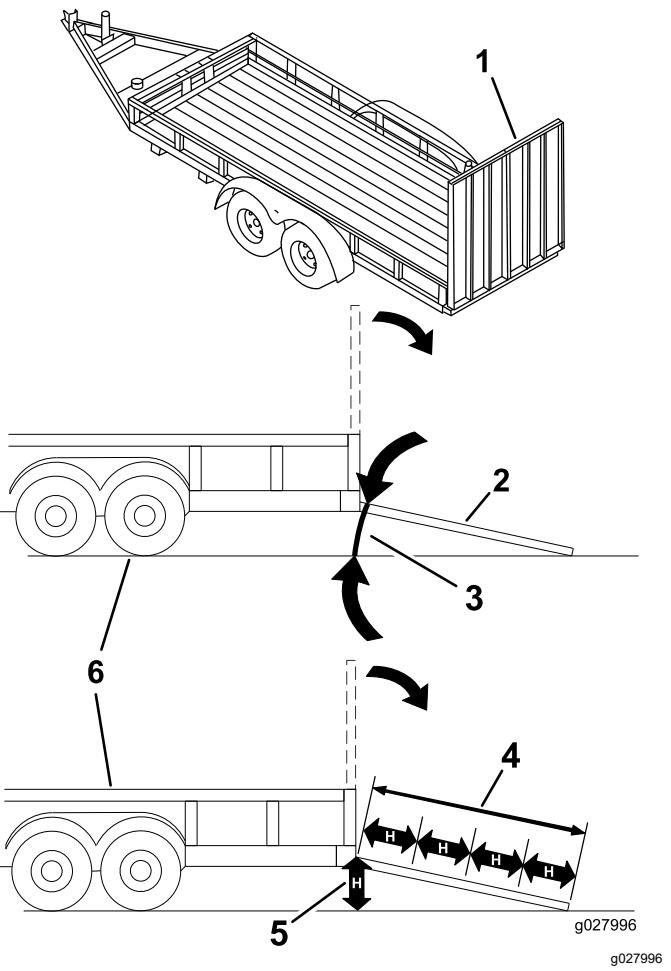

Bild 30
Das Laden einer Maschine auf einen Anhänger oder einen Lastwagen erhöht die Umkippgefahr und könnte schwere oder tödliche Verletzungen verursachen (Bild 30).
3. Senken Sie die Rampe ab und stellen Sie sicher, dass der Winkel zwischen der Rampe und dem Boden höchstens 15 Grad beträgt (Bild 30).
1. Senken Sie die Rampe ab und stellen Sie sicher, dass der Winkel zwischen der Rampe und dem Boden höchstens 15 Grad beträgt (Bild 30).